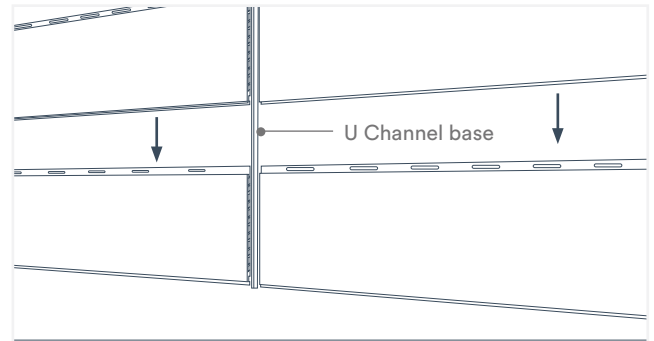

Fig. 18
5. Si la medida de la pared es más larga que la longitud de los paneles, los paneles deben unirse en el medio utilizando un kit de H Channel Snap-in Trim kit (Fig. 18). Consulte la sección Unión de paneles de la Aplicaciones de recorte sección de este documento para obtener más detalles.